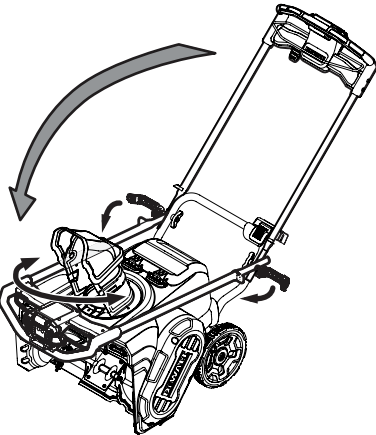

Figure 17
3. Faites pivoter la poignée supérieure vers le bas jusqu'à la position repliée. Veillez à ne pas pincer les câbles au cours de l'opération (Figure 17).